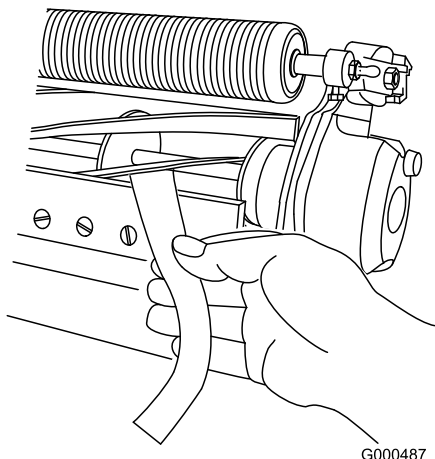

Рисунок 7
- В. Чтобы проверить качество среза, вставьте длинную полоску специальной бумаги для проверки качества среза между барабаном и неподвижным ножом перпендикулярно неподвижному ножу (Рисунок 7), затем **медленно** вращайте барабан вперед; при этом бумага должна разрезаться; в ином случае повторяйте пункты **А** и **В**
11. Вставьте длинную полоску специальной бумаги для проверки качества среза (№ 125-5610 по каталогу Toro) между барабаном и неподвижным ножом перпендикулярно неподвижному ножу (Рисунок 7), затем **медленно** вращайте барабан вперед; при этом нож должен разрезать бумагу; в ином случае поверните каждый регулировочный винт неподвижного